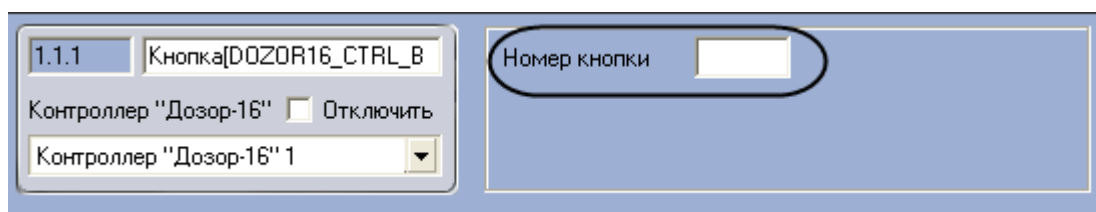

Рис. 3.7—2. Настройка кнопки
2. Ввести адрес кнопки в поле **Номер кнопки** (Рис. 3.7—2).